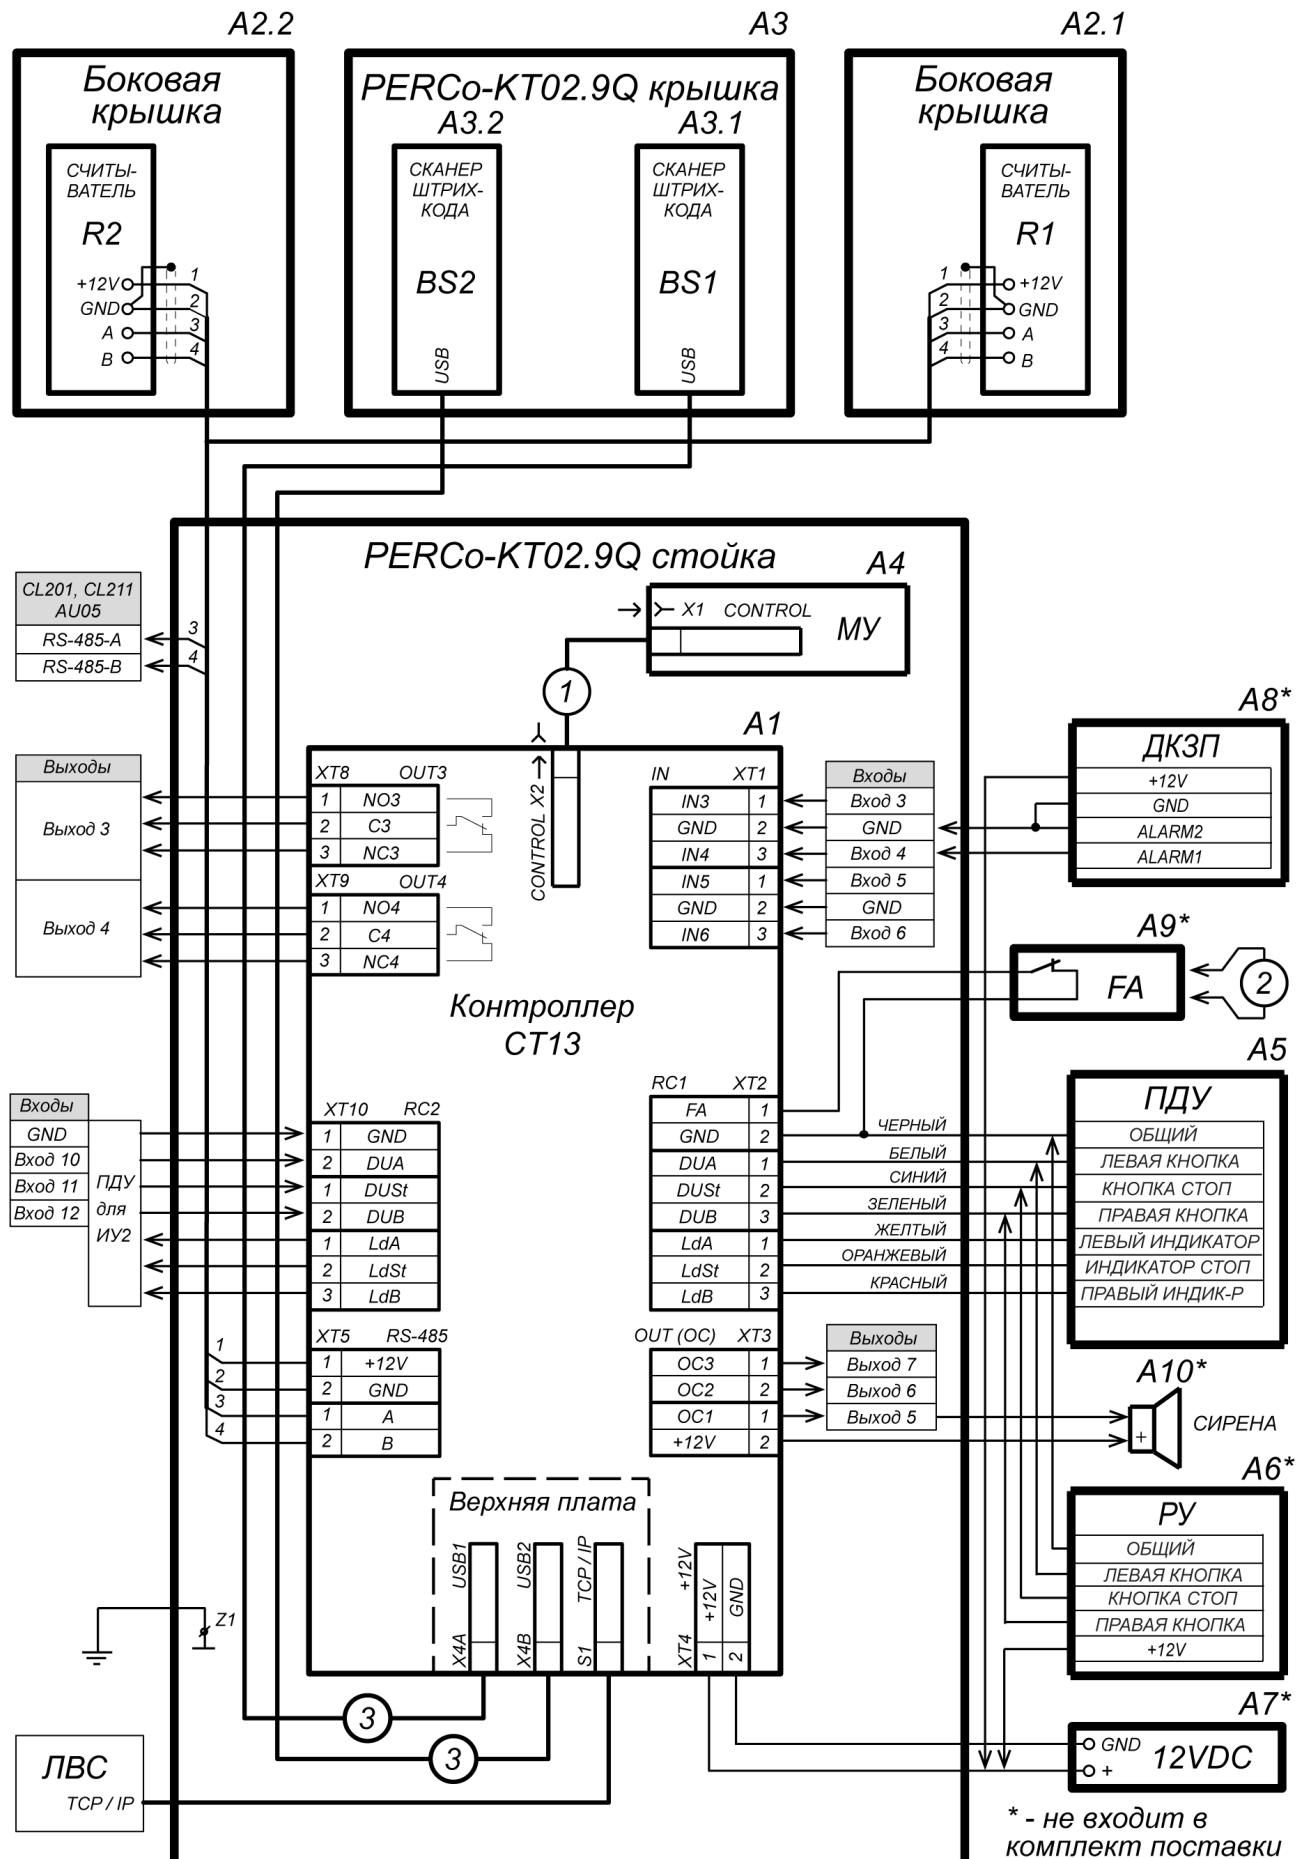

Рисунок 15. Общая схема подключения ЭП и дополнительного оборудования
Расположение клеммных колодок на нижней плате контроллера ЭП показано на рис. 8, назначение контактов клеммных колодок указано в табл. 2. Схема подключения приведена на рис. 15. Используемые при подключении типы кабелей указаны в табл. 5. При монтаже ЭП придерживайтесь следующей последовательности действий:
11. Подключите кабель питания (10) к клеммной колодке **XT4** на нижней плате контроллера согласно схеме, приведенной на рис. 15.
12. Подключите кабель ПДУ (14) к клеммной колодке **XT2** согласно схеме, приведенной на рис. 15.
13. Подключите, при необходимости, кабели от других устройств к соответствующим разъемам встроенного контроллера ЭП в соответствии с общей схемой, приведенной на рис. 15, а также частными схемами для различных видов устройств, представленными на рис. 16 - 23.
позиции А1-А3 и Z1 – указаны на схеме рис.15